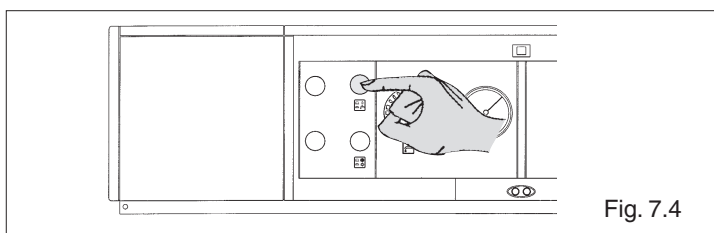

Fig. 7.4
- premere l'interruttore del bollitore e verificare l'accensione del led di segnalazione verde (Fig. 7.4).